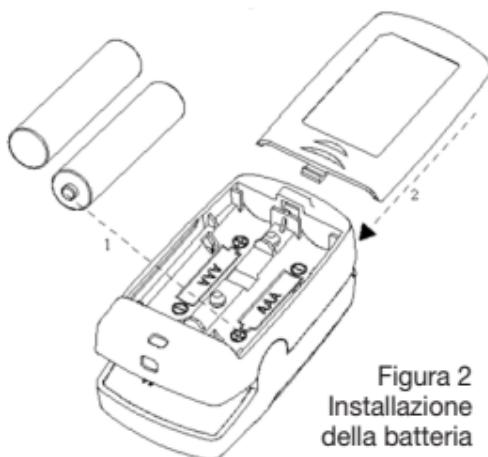

Figura 2
- Facendo riferimento alla Figura 2, inserire correttamente due batterie AAA nell'apposito vano.